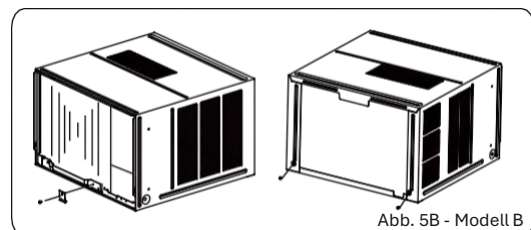

Abb. 5B - Modell B
1. Entfernen Sie die Schraube, die die Halterung des Chassis befestigt, und entfernen Sie dann die Halterung des Chassis. Entfernen Sie die beiden Schrauben auf der Rückseite des Schrankes, wie in Abbildung 5B gezeigt.